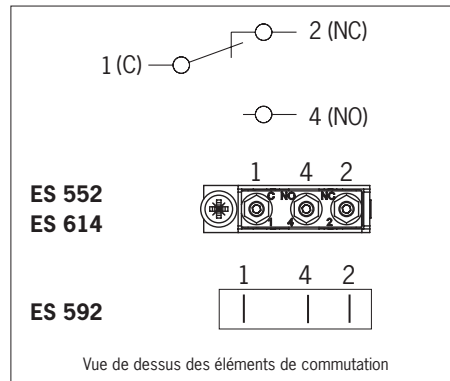

Fig. 1 : Éléments de commutation et affectation des broches
- ▶ Affectation des broches, voir Fig. 1